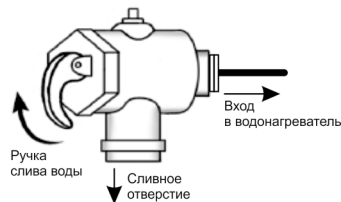

Рис. 7
-перевести ручку слива в верхнее положение до ощущения перехода резьбы и тогда из отверстия клапана должна потечь вода. После проверки вытекания воды верните ручку в предыдущее положение. (см. рис. 7)